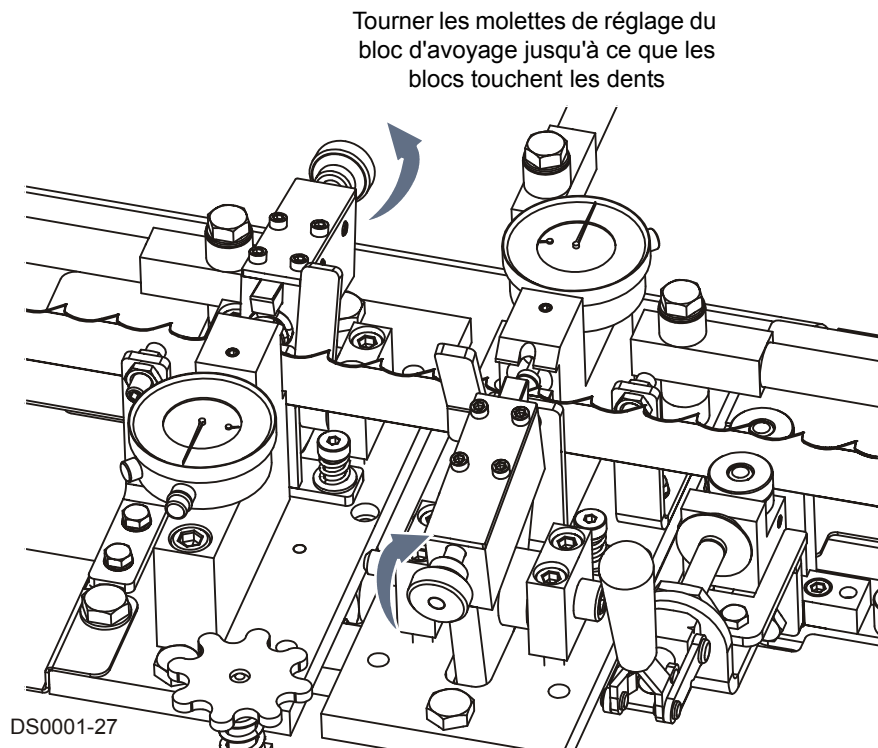

FIG. 3-12
**Voir Figure 3-12.** Continuez de faire avancer l'avoyeuse pour pousser la lame vers la prochaine denture. Arrêtez l'avoyeuse lorsque les ensembles d'avoyage sont complètement fermés. Tournez les molettes de réglage du bloc d'avoyage jusqu'à ce que les blocs viennent toucher les dents de la lame. Faites avancer l'avoyeuse pour ouvrir les ensembles d'avoyeuse et tournez les molettes de réglage du bloc d'avoyage quelques tours